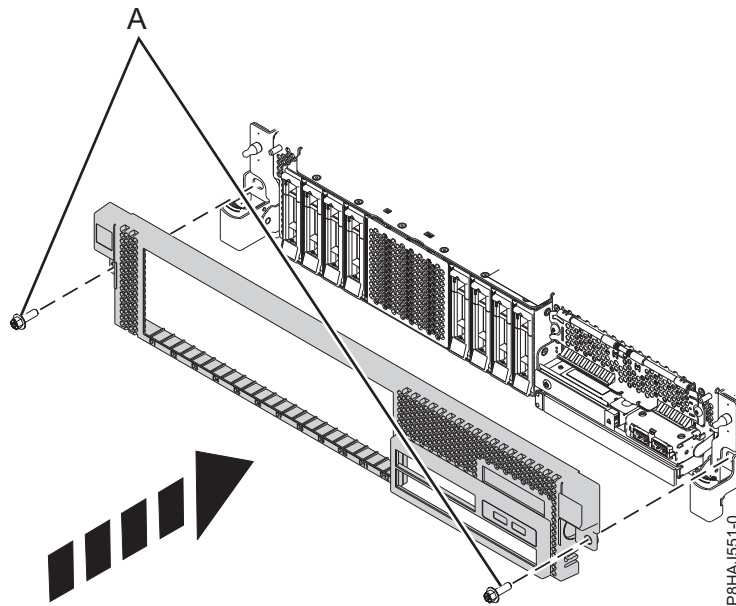

図 80. 前面カバーの取り付け
3. 115 ページの図 80 に示す方向にリリース・ラッチを押して、閉じます。カチッという音がしてカバーが正しい位置に収まります。カバーにはより簡単につかむことができるくぼみがあります。
4. 配送用ねじ (A) を再取り付けします。